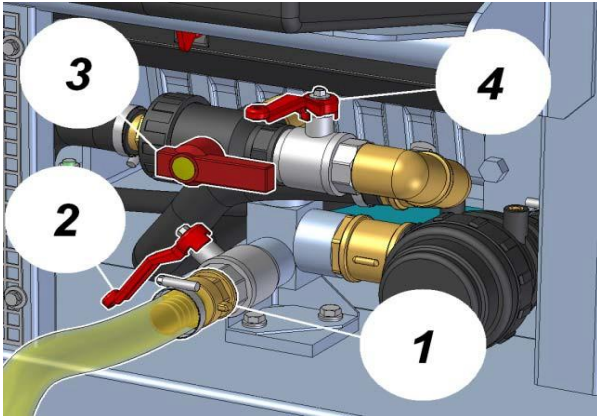

Abb. 10
- 1 - Den Selbstfüllschlauch an Einfüllstutzen anschließen (Abb. 10 - Pos. 1)
- 2 - Das Saugventil zum automatischen Füllen öffnen (Abb. 10 - Pos. 2)
- 3 - Das Ventil (Abb. 10 - Pos. 3) in Position **RECHTE** Seite einstellen, Saugventil Hauptbehälter
- 4 - Das Saugventil (Abb. 10 - Pos. 4) im Schacht des Hauptbehälters schließen.